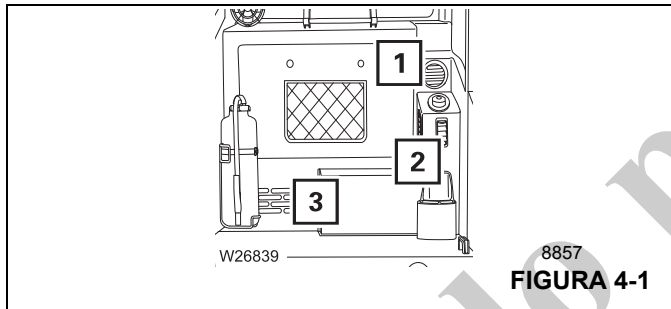

FIGURA 4-1
No cubra las rejillas (1, Figura 4-1), (2) y (3).
- El aire es extraído a través de las rejillas (2) y (3).
- La rejilla (1) se usa para ventilar los sistemas electrónicos.